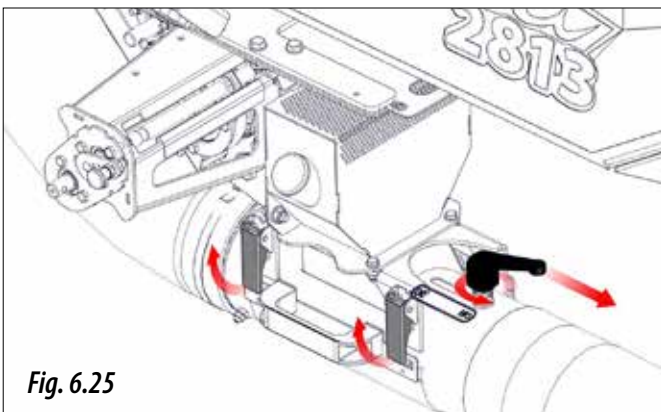

Fig. 6.25
- 2- Deschideți capacul injectorului venturi, acționând asupra celor două cleme de fixare și deplasați maneta de calibrare în poziția „NU” (Fig. 6.25).